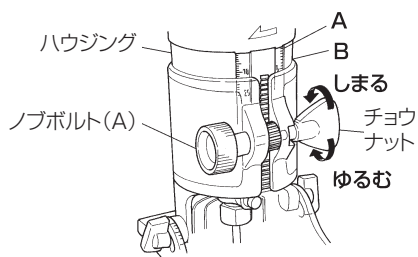

図 9
- (3) ハウジングホルダの上端部 (図 9 の B 部) が、ハウジングの目盛 (図 9 の A 部) と合っているところを読みとります。
- (4) 切込み深さになるまでベース組を移動させます。(目盛は 1 mm 間隔になっております。)
- (5) ベース組のチョウナットをしっかりと締付けてください。(図 9)